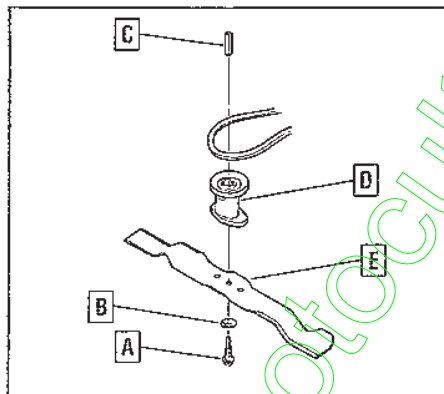

Figure 5-7: Lame de la tondeuse.
**IMPORTANT:** Le coupleur de la lame (D, Figure 5-7) peut sortir de l'arbre du moteur lorsque vous retirez la lame. Dans ce cas, ne perdez pas la clé carrée (D). Cette clé rentre dans une fente carrée à l'intérieur du coupleur de la lame. Sans elle, la lame ne tourne pas.
3. Utilisez une clé 3/4" pour desserrer la vis de la lame (A, Figure 5-7). Maintenez la lame avec votre main gantée pour l'empêcher de tourner.
4. Retirez la vis de la lame et la rondelle Belleville (A, B, Figure 5-7).
3. Si le coupleur de la lame (D, Figure 5-7) et/ou la clé carrée (C) sont sortis de l'arbre du moteur pendant le démontage de la lame, réinstallez ces pièces sur l'arbre du moteur.
5. Faites glisser la rondelle Belleville (B, Figure 5-7) sur la vis (A). Mettez le côté incurvé face à la lame.